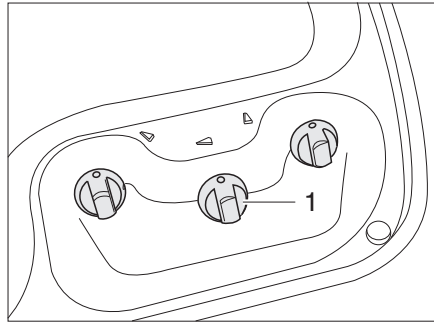
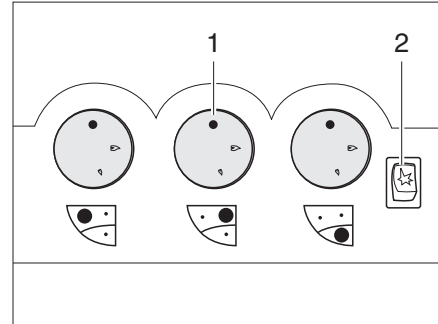

Bild 230 Bedienelemente für Gaskocher (Variante 1)
Bild 231 Bedienelemente für Gaskocher (Variante 2)
- Drehregler (Bild 230,1 oder Bild 231,1) der gewünschten Brennstelle auf Zündposition (große Flamme) drehen.
- Wenn eine Zündtaste (Bild 231,2) vorhanden ist: Funke durch Drücken der Zündtaste erzeugen.